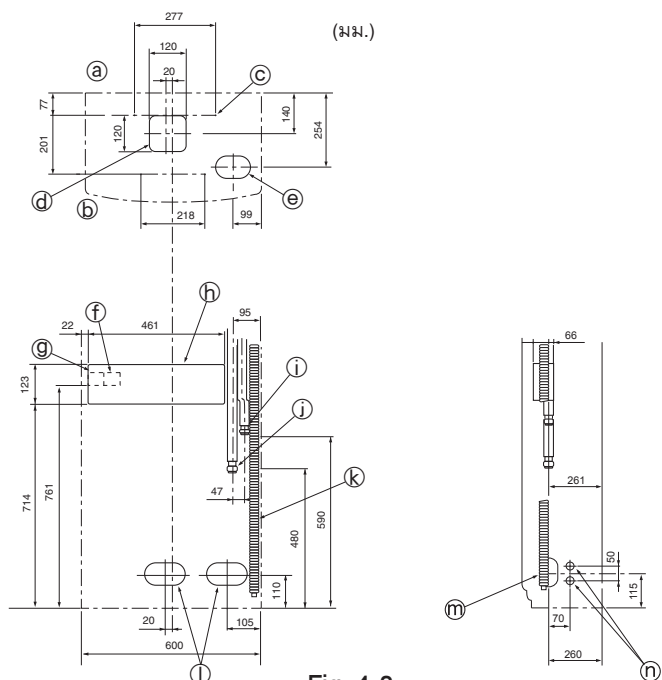

Fig. 4-3
4.3. ตำแหน่งในการเดินท่อสารทำความเย็นและท่อระบายน้ำ (Fig. 4-3)